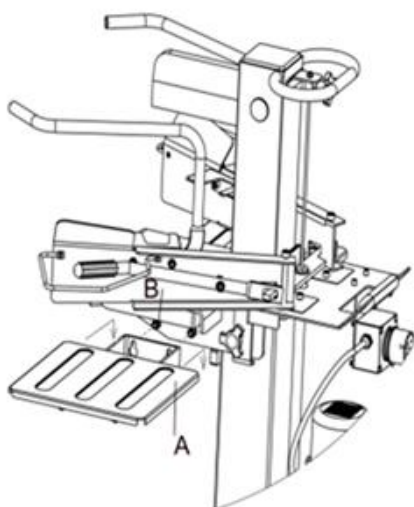

Fig. 7
4.2.5- Montaggio dei vassoi di appoggio destro e sinistro (Fig.7)